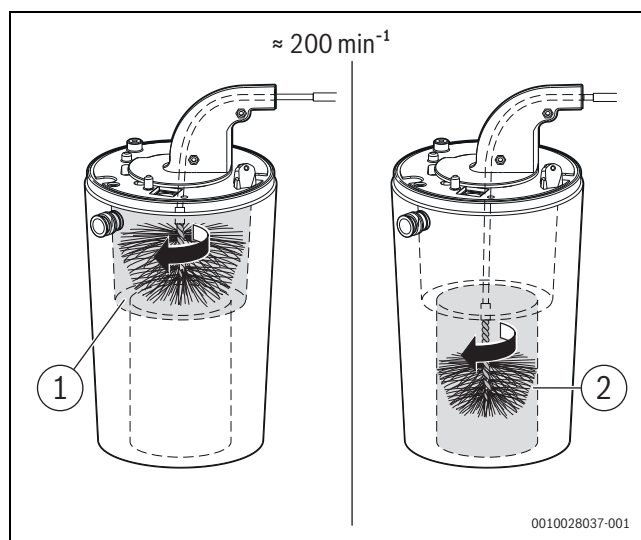

Fig. 125 Curățarea blocului de căldură (aprox. 200 min⁻¹, rotirea se realizează numai în sensul mișcării acelor de ceasornic)
- Repetați procesul pentru secțiunea inferioară, folosind o perie de dimensiuni mici (→ Fig. 125, [2]).